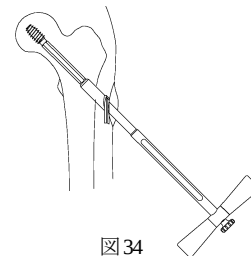

図 34
- 3) キードキーレス・ラグスクリューにラグスクリュー T レンチを挿入し、抜去ロックにてラグスクリューを固定し、抜去します。（図 34）